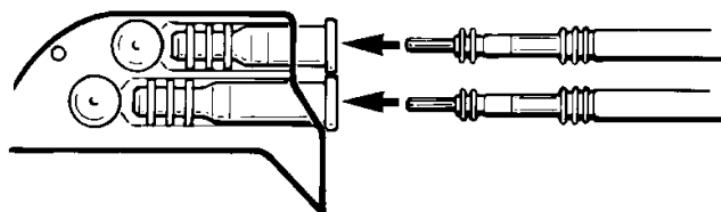

Figure 2. Insertion du connecteur mâle de la sonde dans le générateur d'impulsions.
3. Insérer délicatement la fiche mâle du connecteur de la sonde ou des sondes dans les connecteurs du générateur d'impulsions (voir Figure 2). Si nécessaire, utiliser de l'eau stérilisée comme lubrifiant.